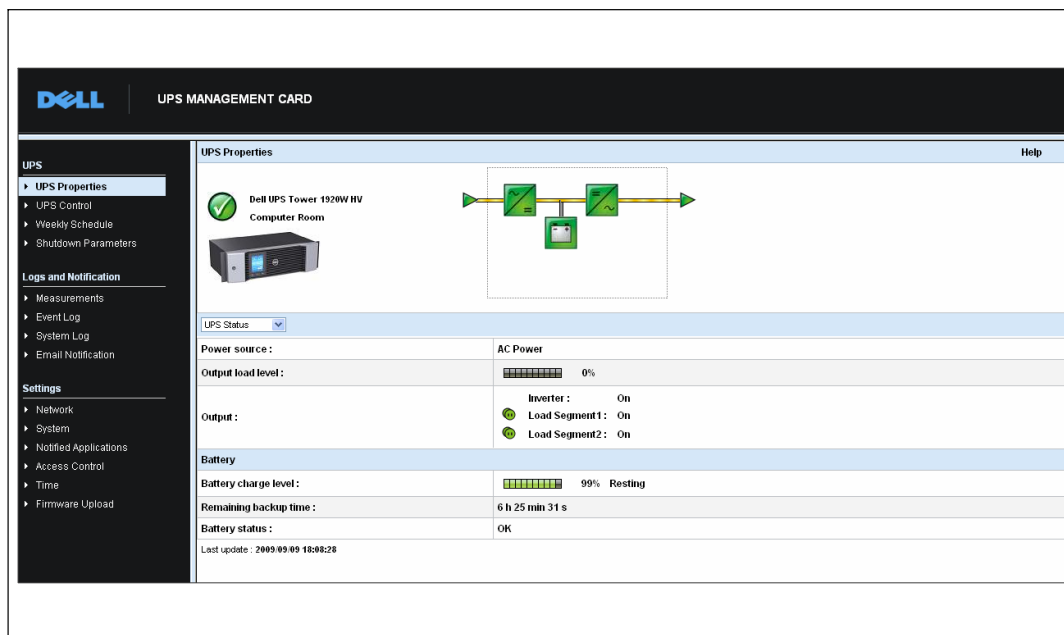

图 12. 主页
- 2 在地址栏中输入网络管理卡的 **https://IP 地址**（ IPv4 或 IPv6 ）。主页显示（ 参见图 12 ）。